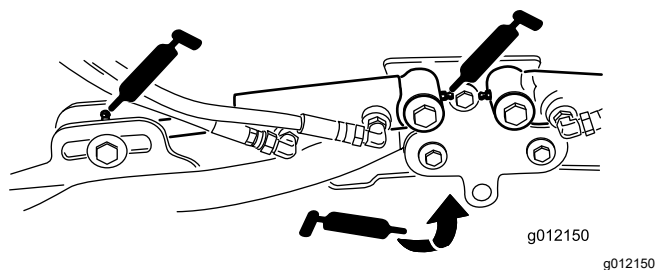

Рисунок 69
- Цилиндры подъемных рычагов режущего блока (по 2 шт.) (Рисунок 69)
- Оси поворота подъемного рычага (по 1 шт.) (Рисунок 69)